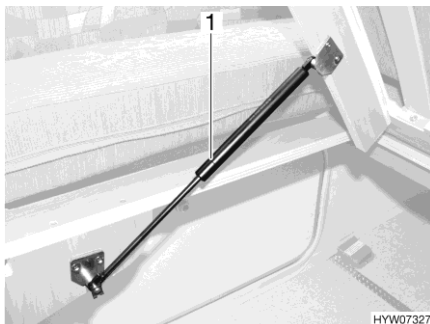

Bild 76 Fast säng
- Lyft ribbotten. Gasfjädrarna (Bild 76,1) håller kvar ribbotten i öppet läge.